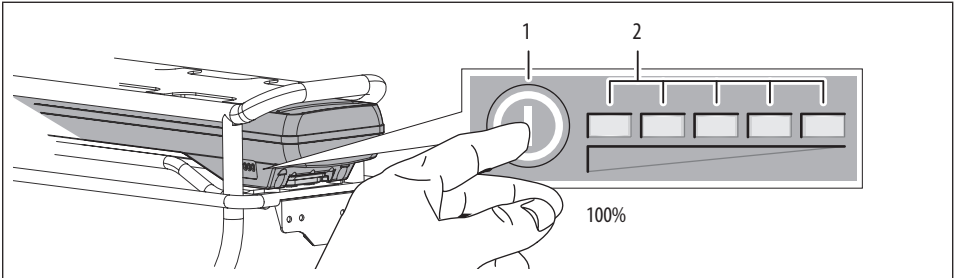

Abbildung 7.
Siehe Abbildung 7. Drücken Sie den AN/AUS-Schalter (1) der Batterie. Die LED-Leuchten der Batteriestandsanzeige (2) leuchten auf und zeigen den aktuellen Batterieladestand an. Das Display des Lenkercomputers geht an. Wenn alle LED-Leuchten aufblinken, beträgt der Batteriestand 100 %. Jede LED-Leuchte entspricht ca. 20 % Kapazität.